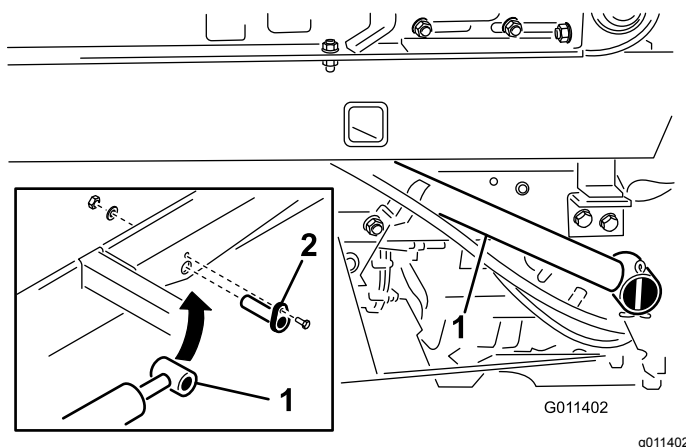

図 12
1. 各昇降シリンダのロッドの先端部をトップドレッサのベースにシリンダピンで固定する 図 12。
2. 各シリンダピンをトップドレッサのベースに固定するキャップスクリュー 1/4 x 3/4"、平ワッシャ、ナットを使用する 図 12。